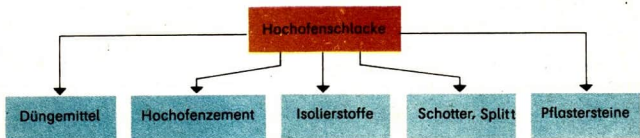

Abb. 51 Produkte aus Hochofenschlacke
Vor den Luftdüsen ist die heißeste Zone des Hochofens. Hier verbrennt der Koks zu Kohlendioxid. Das entstandene Eisen nimmt beim Schmelzen Kohlenstoff auf. Im unteren Teil des Innenraumes trennen sich bei etwa 1400°C die Schmelzen von Roheisen und Schlacke. Die auf dem flüssigen Roheisen schwimmende Schlacke wird abgezogen. ② Die Hochofenschlacke ist kein Abfallprodukt. Sie dient als Rohstoff für wertvolle Produkte (Abb. 51).